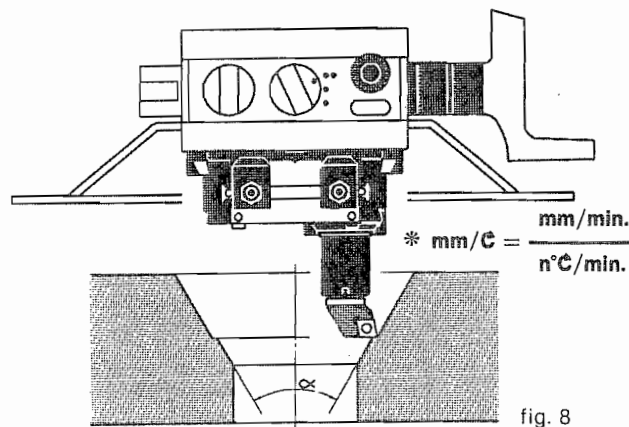

fig. 8
7. Taper boring Fig. 8
7. Alésages coniques Fig. 8
7. Konisch Ausbohren Abb. 8
7. Mandrinados cónicos Fig. 8
7. Alesature coniche Fig. 8